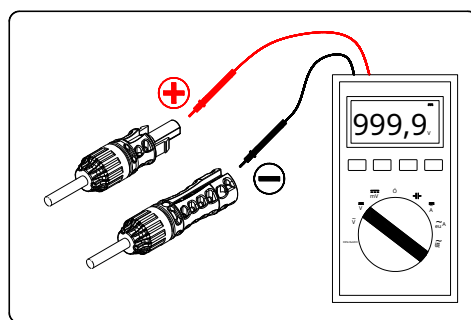

FIG 5-15 Verifique a polaridade da cadeia fotovoltaica
Passo 2: Verifique se a polaridade dos cabos de conexão e conectores das cadeias fotovoltaicas está correta, conforme mostrado na FIG 5-15. (Nota: Se a polaridade da entrada CC for invertida, o inversor não funcionará corretamente.)